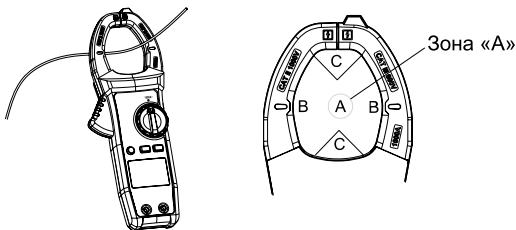

Рис. 3 Измерение силы переменного тока
- 1) Установите переключатель в режим измерения переменного тока и нажмите кнопку, раскрывающую клещи. Обхватите клещами проводник, который нужно измерить, затем медленно полностью закройте клещи. Убедитесь, что измеряемый проводник находится между зажимами по центру (см. рис. 3). Проводите измерения только на одном проводнике, измерение на двух и более проводниках приведет к некорректным результатам.
- Убедитесь, что измеряемый проводник находится в центре пространства между зажимами (как на Рис. 3 – зона А), в противном случае возможна дополнительная ошибка в показаниях до  $\pm 2,0\%$  (зоны В и С).